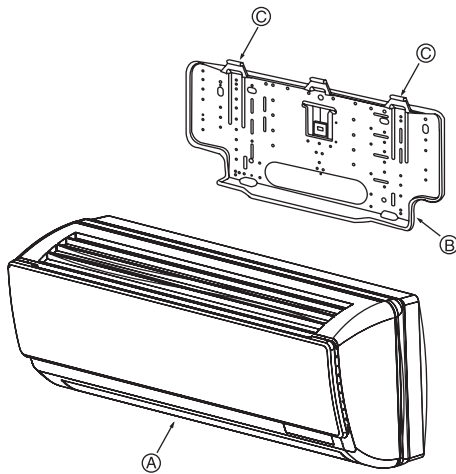

Fig. 3-8
3.3. Установка прибора на стене (Fig. 3-8)
- ① Надежно поместите детали для навешивания внутреннего прибора над захватами настенного кронштейна.
- ② Когда прокладка труб будет закончена, закрепите внутренний прибор на настенном кронштейне с помощью фиксирующих винтов.